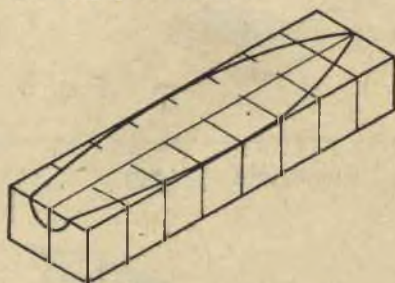

Fig. 2
2. - Disegnate lo scafo A, secondo il dettaglio A della tavola II, fig. 2.